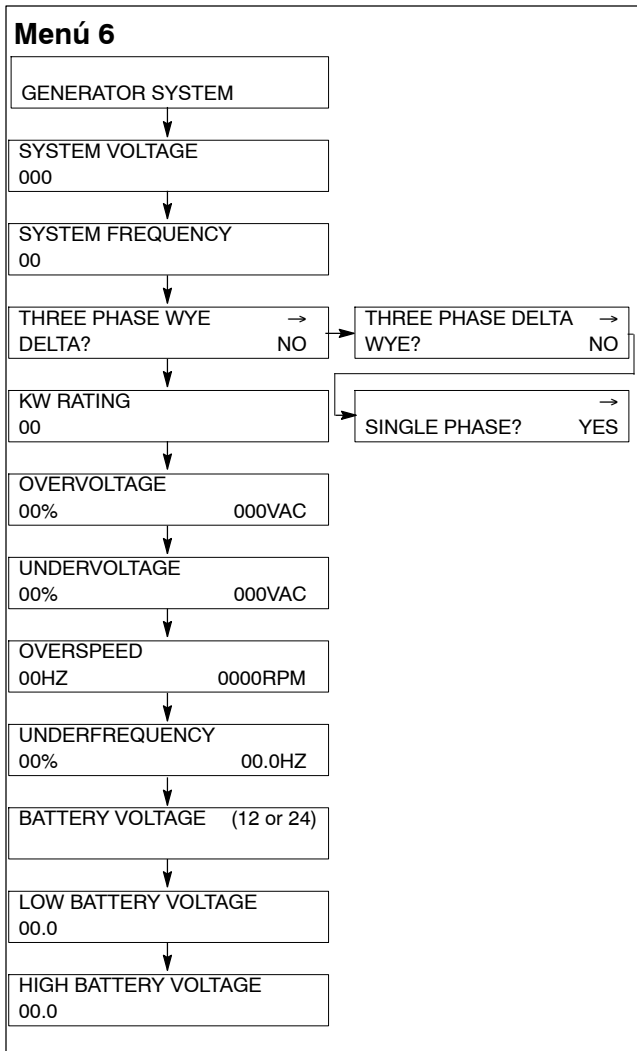

Figura 4-5 Menú 6, Sistema generador
- b. Vaya a menú 6, Sistema del generador y presione la tecla de flecha hacia abajo para saber el voltaje del sistema. Consulte la Figura 4-5. Registre todos los datos de cada pantalla.
- Utilizar el teclado numérico y/o las YES/NO y luego presione la tecla Enter para agregar los datos de cada pantalla correspondiente que se muestra en la Figura 4-5. Pulse la tecla de flecha hacia abajo para acceder a la pantalla siguiente. Utilice la tecla flecha a derecha para ingresar trifásica/monofásica.